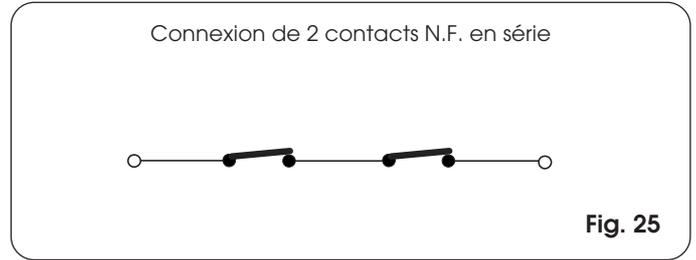

Fig. 25
N.B.: si deux dispositifs avec un contact N.F. ont la même fonction, les connecter en série entre eux (Fig. 25).